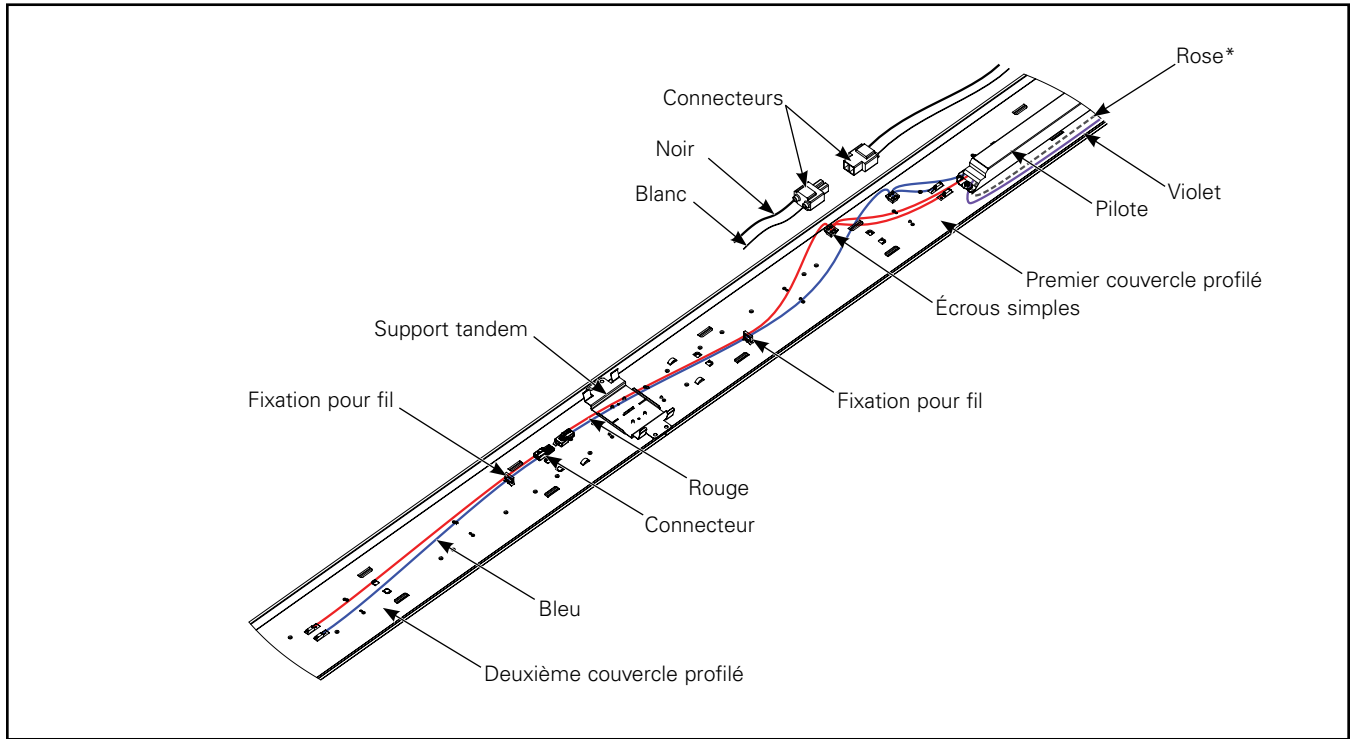

Figure 23.
- Raccordez le connecteur mâle du fil bleu/rouge au connecteur femelle bleu/rouge de la sortie du pilote DEL pour alimenter la deuxième plaque métallique (installée en usine) comme montré (Figure 23) (sécurisez les fils avec les fixations pour fil).